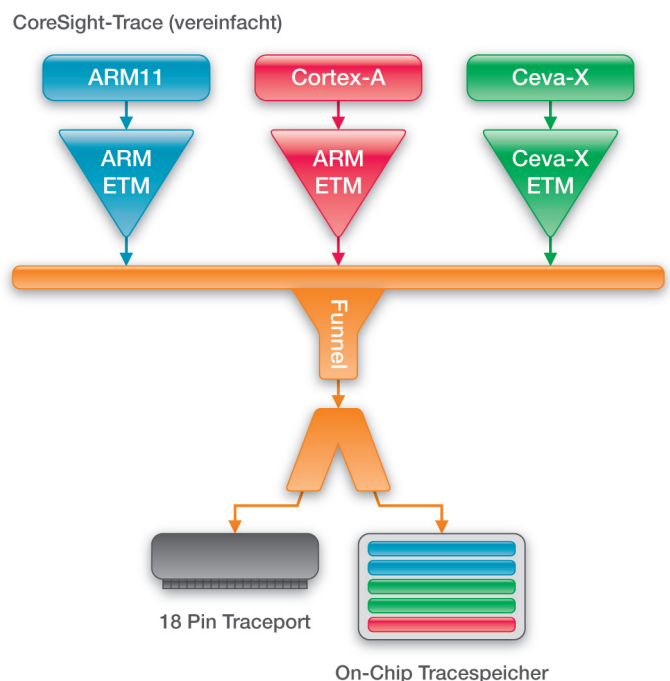

Bild 3: Jeder Core generiert seine eigene Traceinformation
- Ceva-X ETM für den Ceva-X (siehe auch Bild 3)